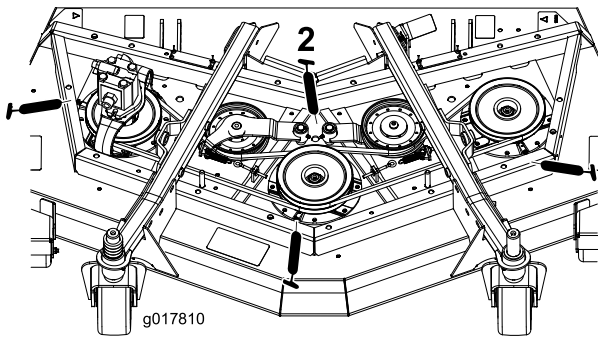

Figure 65
- 3 paliers d'axes de pivot (sous la poulie) (Figure 65)
- 2 bagues de pivot de bras de tension (Figure 65)